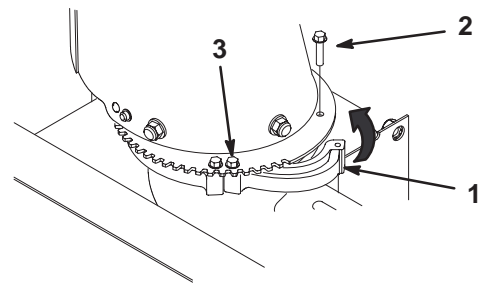

Figure 13
- Tournez le dispositif de retenue desserré vers l'intérieur sur la couronne et fixez-le avec une vis (Fig. 13).
- Serrez l'autre vis de retenue pour fixer le dispositif de retenue (Fig. 13).